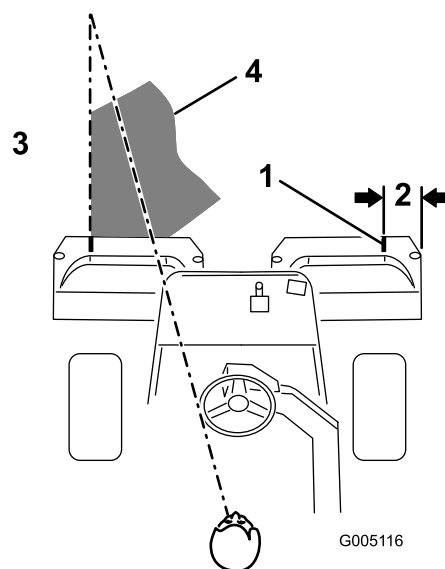

図 32
3. 行きと帰りでのオーバーラップができるだけ小さくなるように運転します。隣の列との距離を一定に保って直進するには、本機の前方向約 2～3m を視野に捕らえておくのがポイントです（図 31 および図 32）。ハンドルを目印にして距離を合わせても良いでしょう。その場合、ハンドルの縁と本機前方の目標ラインとを重ねて見ながら運転します（図 31 および図 32）。